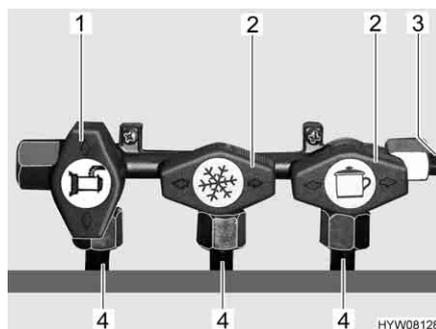

Fig. 74 Posizione rubinetti di arresto del gas
**Apertura:** ■ Posizionare il rubinetto di arresto del gas dell'apparecchio a gas corrispondente parallelamente (Fig. 74,1) alla tubatura (Fig. 74,4) che alimenta l'apparecchio a gas.
**Chiusura:** ■ Posizionare il rubinetto di arresto del gas dell'apparecchio a gas corrispondente trasversalmente (Fig. 74,2) alla tubatura (Fig. 74,4) che alimenta l'apparecchio a gas.